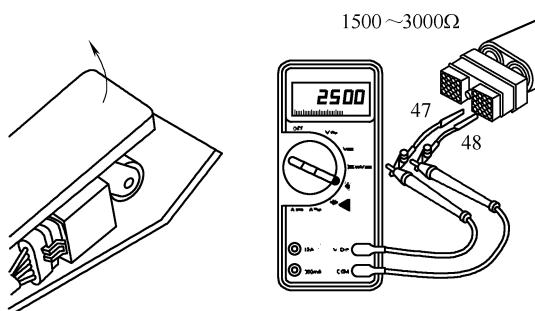
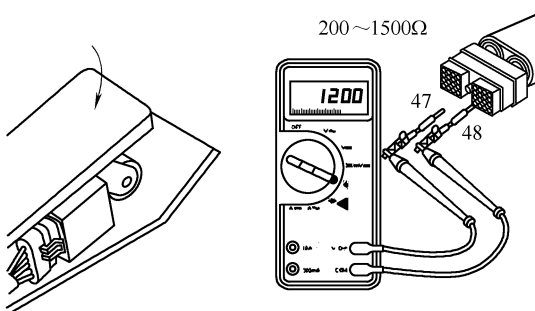

图 4-86 松开加速踏板, 测量触针 47 与 48 之间的电阻
图 4-87 踩下加速踏板, 测量触针 47 与 48 之间的电阻
② 测量传感器插头信号线触针 47 与电源线触针 48 之间的电阻, 松开加速踏板时(图 4-86), 电阻应在 $1500 \sim 3000\Omega$; 踩下加速踏板时(图 4-87), 电阻应在 $200 \sim 1500\Omega$ 。电阻值必须比以上检